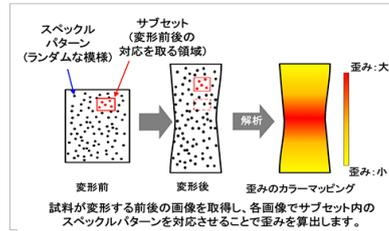

図1 DICの原理
そこで、実際に温湿度試験中に於いた時に、どのような歪みが発生するかを確認するためにDIC解析を実施しました。解析を行うために、試料表面には、スペckルパターン（ランダムな模様）を付与し試験槽に設置しました。DIC解析の原理は図1のとおりです。解析の結果、温度/湿度の上昇に伴い正の歪（膨張）が発生し、60℃一定状態で湿度を60%RH（①）から90%RH（②）に上昇した際には、より大きな歪が生じることが確認されました。また、60℃90%RHから湿度を低下させると歪は減少する様子も確認されました（③）。